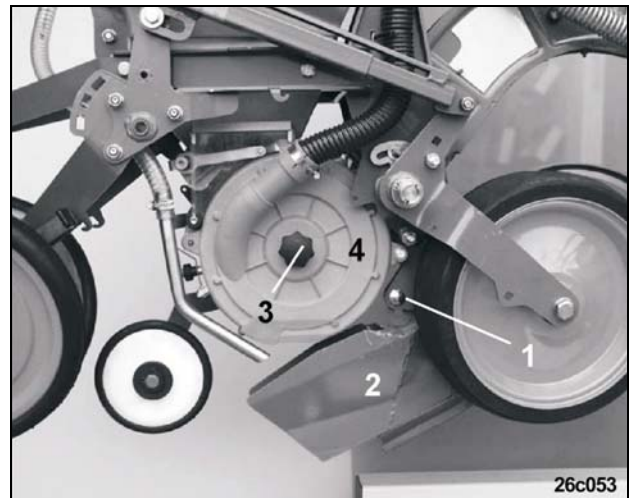
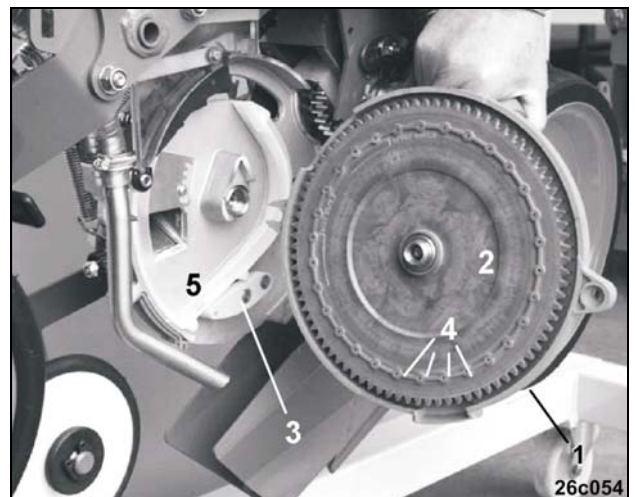

Fig. 65
Fig. 66
- Achterste bout (Fig. 65/1) van het zaaikouter losdraaien en het kouter (Fig. 65/2) naar beneden klappen.
- Kunststofmoer (Fig. 65/3) losdraaien en aanzuigdekse (Fig. 65/4) compleet met precisiezaaischijf (Fig. 66/2) opzij draaien.
Bij zaaischijven met zeer kleine gaten (b.v. zaaischijf voor sorghum, bordeauxrood 60/2,2) de uitwerper (Fig. 66/3) vervangen door de meegeleverde gele uitwerper met kleinere uitdruk kogel.
De noppen (Fig. 66/4) moeten naar het zaaihuis (Fig. 66/5) gericht zijn en niet naar het aanzuigdekse (Fig. 66/1)!